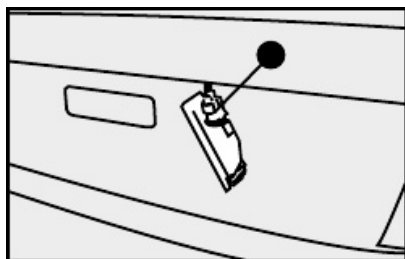

fig. 34
2) retirar a lâmpada **B-fig. 34** de sua sede empurrando-a e girando-a no sentido anti-horário.